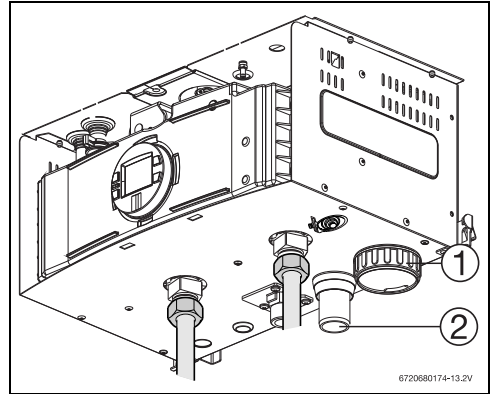

Fig. 23
Asegurar que las conexiones hidráulicas permitan el acceso a la tapa de condensados (Fig. 23 , pos. 1).